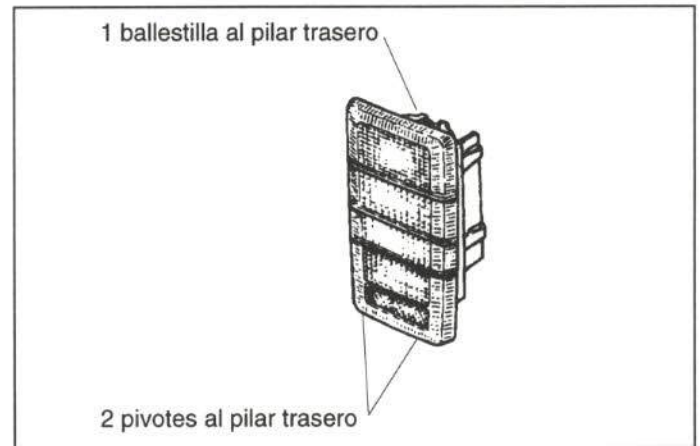

Figura 55.- Unión del piloto trasero
El piloto trasero va fijado tal como se muestra en la figura 55.
- Piloto trasero (figura 55)